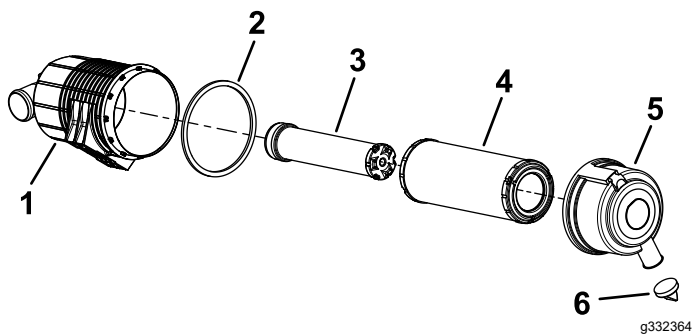

Bild 38
5. Warten Sie den Luftfilter und den Sicherheitseinsatz, wenn Sie darauf hingewiesen werden (Bild 38).